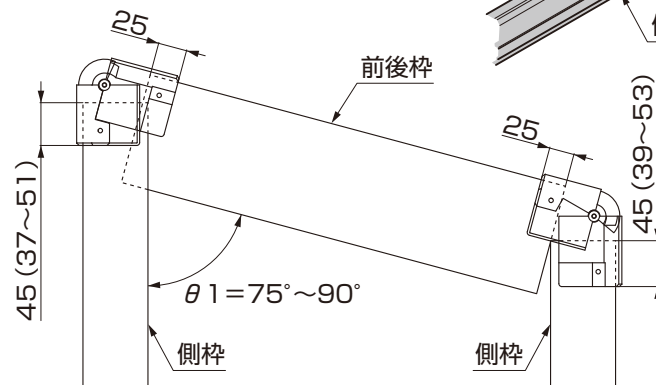

図5-8 前後枠・側枠の差込み寸法
- コーナーブロックの側枠、前後枠の差込み寸法は図 5-8 を参照してください。
- ① 側枠をタイトフレームに本体に同梱の「折板固定用笠ワッシャー」、「ルーフボルトキャップ」で折板に取付けてください。
- ② 折板の端部から22mmの位置にフェルトペンまたはテープなどで「印」をつけてください。